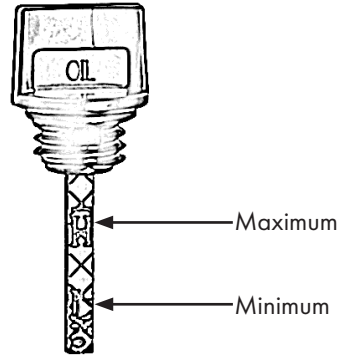

Abbildung 16
- Lesen Sie den Ölstand ab, siehe auch Abb. 16.
Zwischen oberer und unterer Markierung muss ein Ölfilm sein. Falls kein Ölfilm vorhanden ist, ist der Ölstand zu niedrig, Abb. 16. Füllen Sie weiteres Öl nach. H-High steht für Maximum. L-Low steht für Minimum.